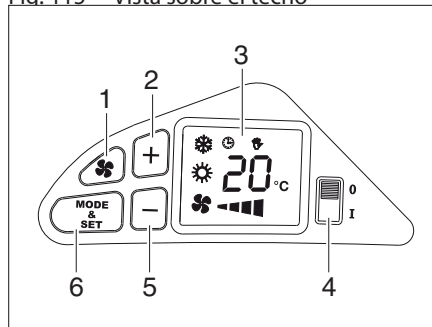

Fig. 117 Panel de mando
- Encender la instalación de aire acondicionado con el interruptor (Fig. 117,4). Al encender el sistema esperar siempre 2 minutos, antes de que el compresor se enciende y comienza a funcionar automáticamente.
- Seleccionar con la tecla (Fig. 117,6) el modo de funcionamiento deseado. Los símbolos en el display (Fig. 117,3) indican el modo de funcionamiento elegido:
- Pulsando simultáneamente la tecla (Fig. 117,1) y una de las teclas (Fig. 117,2) o (Fig. 117,5), la velocidad del ventilador se ajusta en el funcionamiento manual.
- Pulsando las teclas (Fig. 117,2) o (Fig. 117,5) la temperatura se ajusta
- Apagar la instalación de aire acondicionado con el interruptor (Fig. 117,4).